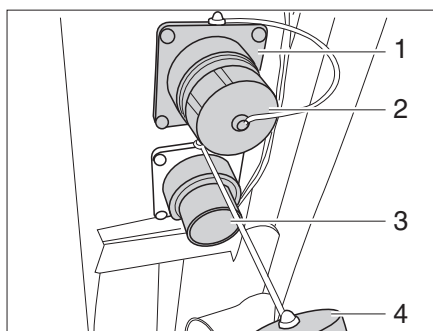

Fig. 213 Bec d'écoulement d'eau et bec d'écoulement des eaux usées
- Dévisser et retirer le cache (Fig. 213,2) du bec d'écoulement d'eau (Fig. 213,1) en tournant d'un quart de tour dans le sens des aiguilles d'une montre.
- Monter un tuyau d'écoulement adéquat sur le bec d'écoulement d'eau (Fig. 213,1) ou poser un récipient approprié sous le bec d'écoulement d'eau.